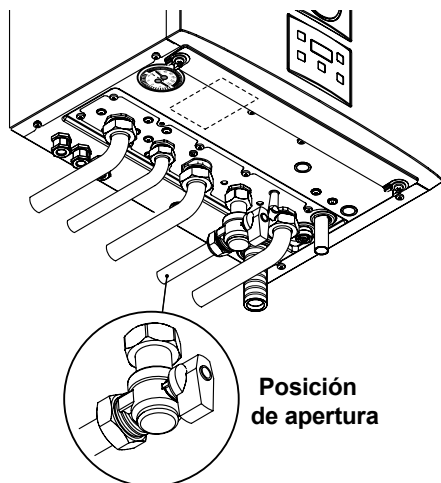

Figura 2.1
- Las llaves de la caldera deben estar abiertas Figura 2.1